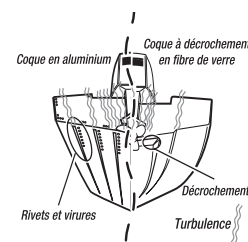

Figure 14
- Il est très important de positionner le transducteur à un endroit relativement libre de turbulences. Un bateau qui se déplace sur l'eau génère une traînée de turbulence causée par son poids et la propulsion de(s) l'hélice(s), peu importe si l'(les) hélice(s) tourne(nt) dans le sens horaire ou antihoraire. Cette traînée de turbulence se limite normalement aux aires situées directement à l'arrière des membrures, virures ou rangées de rivets sous le bateau, et dans la zone immédiate de(s) l'hélice(s) (Figure 14). Les hélices à rotation horaire créent plus de turbulence à bâbord. Sur les bateaux munis d'un moteur hors-bord ou semi hors-bord, il vaut mieux placer le transducteur à une distance d'au moins 38 cm (15 po) à côté de(s) l'hélice(s).
- Observez l'extérieur de la coque du bateau pour figurer les zones où il y a le moins de turbulence. Éviter les membrures et autres protubérances car elles créent de la turbulence (Figure 14).